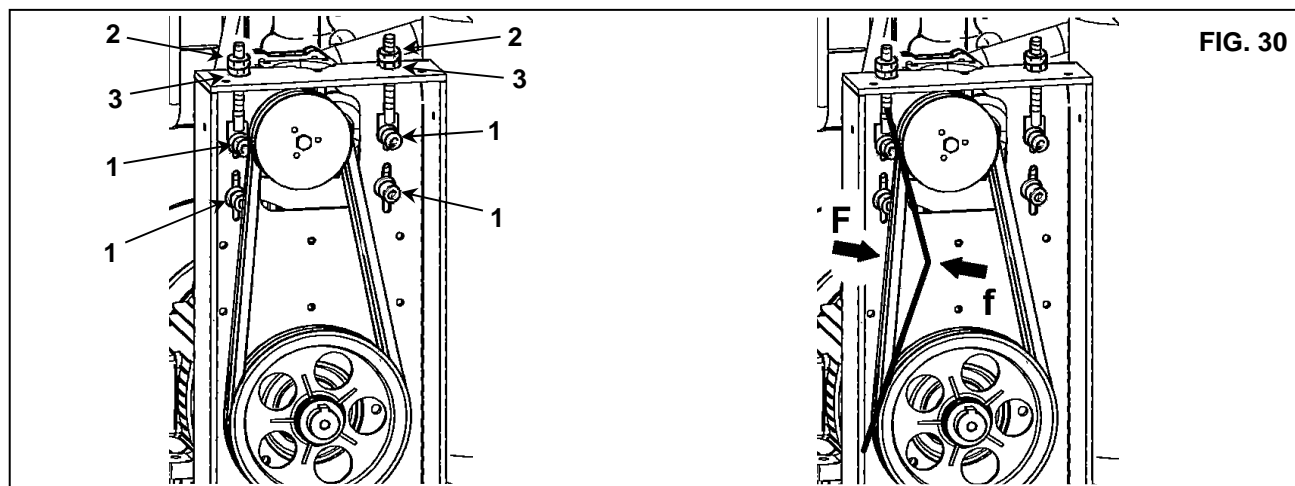

FIG. 30
- Desserrer les vis d'un demi-tour Réf. 1 Fig. 30.
- Débloquer le contre-écrou Réf. 2 Fig. 30.
- Régler la tension des courroies en agissant sur la vis Réf. 3 Fig. 30.
- Bloquer le contre-écrou Réf. 2 Fig. 30.
- Serrer de nouveau les vis Réf. 1 Fig. 30.